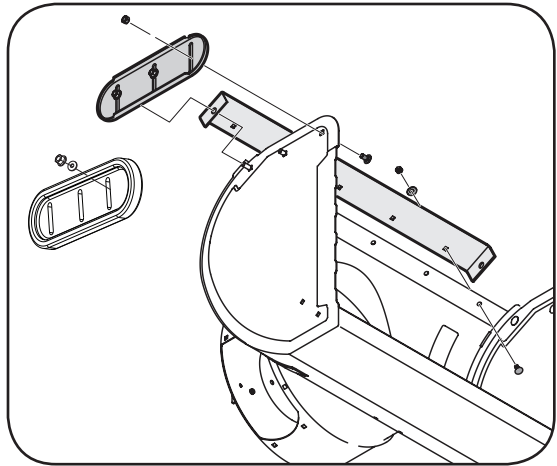

Figure 22
2. Remontez les patins neufs avec la boulonnerie enlevée précédemment. Voir la Figure 22.